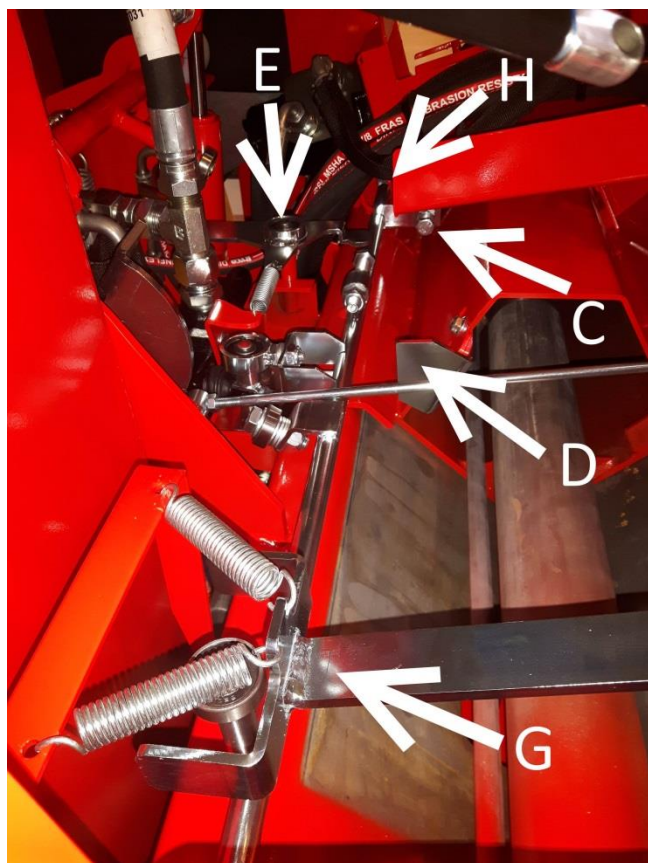
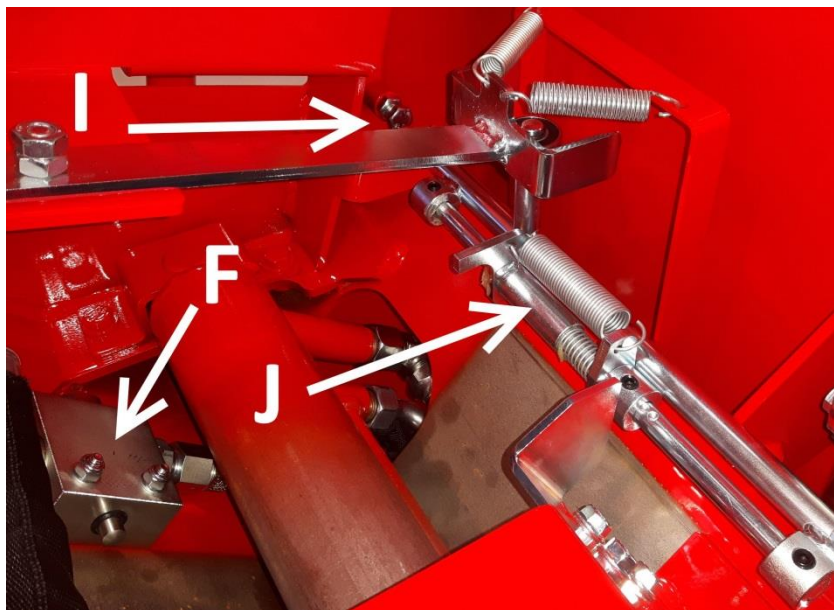

Bild 18
Bild 19
**Obs!** Vrid vid behov mätanordningens platta i rätt position efter vedens tjocklek. (Se bild 18 och bild 19).
4. Med ställskruv **C** kan man ställa in klyvcylinders slaglängd, det vill säga i vilket läge klyvcylindern byter från klyvläge till returläge (Bild 18). Om slaglängden till exempel är för kort (klyvcylindern kommer inte tillräckligt nära klyvbettet), vrid justerbult **C** längre bort sedd från skiva **D**, det vill säga mer fast och tvärtemot.
5. Ventilen **F** (Bild 19) Stoppar cylindern efter klyvrörelsen. Startläget går inte att justera.
Observera! Rörelseförstärkaren fjäder **J** (bild 19) **måste röra sig fritt, så att klyvbalken fritt återgår till startläget.**
Observera! Klyvspaken **G** rör samma klyvstång som aktivering **E** av sågningens klyvning. (Bild 18)
Klyvventilens yttersta lägen begränsas med bultarna **H** och **I** (Bild 18 och Bild 19). Bultarna ska inte justeras, utan en sliten bult ska bytas ut mot en ny!
7. Rölseförstärkarens hylsa J och stång. Bild 19 (med 200 timmars mellanrum)